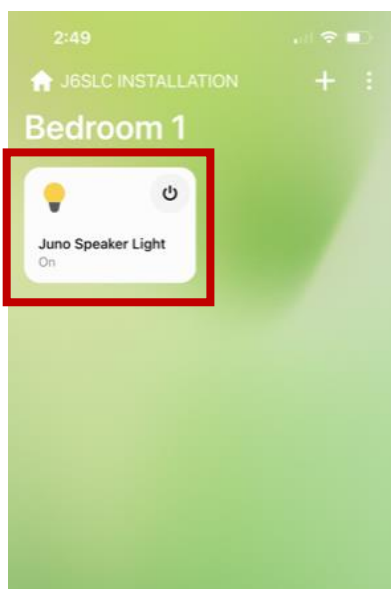

Figure 9
5. Sélectionner l'unité dans l'application SmartThings. (Figure 9)